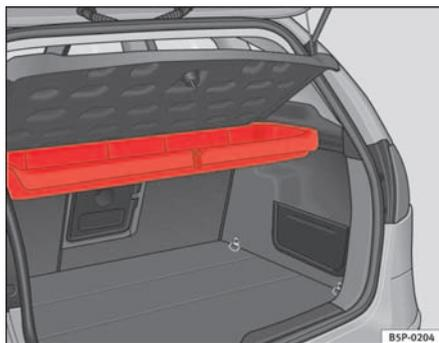
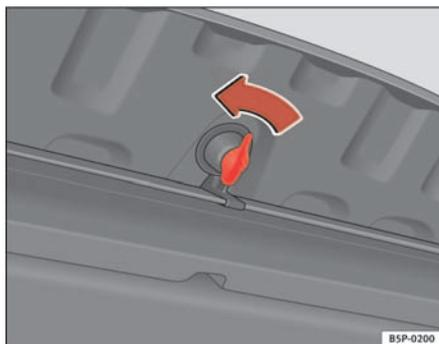

Abb. 117 Aufnahme für das Warndreieck unter der hinteren Ablage
Abb. 118 Öffnen des Ablagefachs
⇒ Abb. 117. Zum Öffnen dieses Ablagefachs drehen Sie den Verschluss um 90° ⇒ Abb. 118
- Zum Öffnen dieses Ablagefachs drehen Sie den Verschluss um $90^\circ \Rightarrow$ Seite 147, Abb. 118